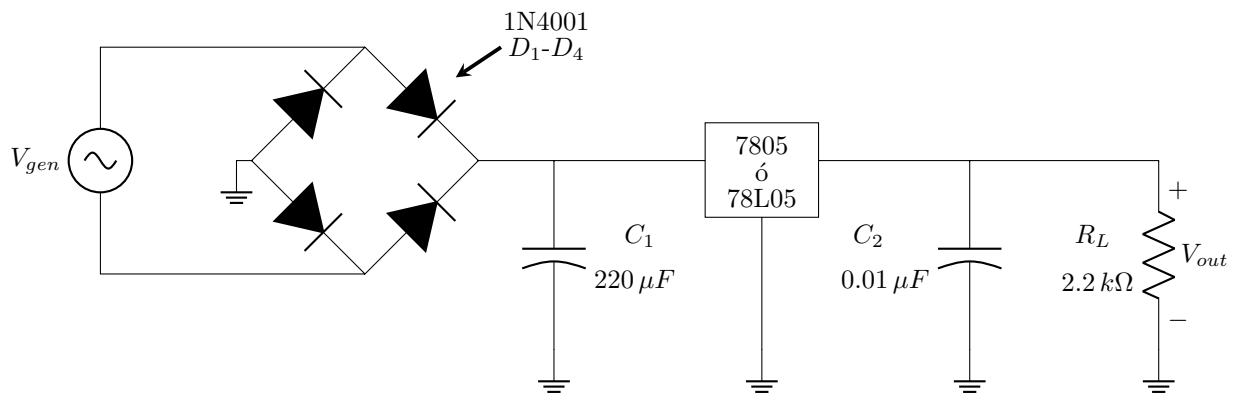

Figura 4: Rectificador de onda completa con regulador de tensión
10. Construya el circuito rectificador de onda completa tipo puente con el regulador de tensión 7805 ó el 78L05 que se muestra en la Figura 4. Asegúrese de conectar correctamente el regulador 7805 ó el 78L05 según lo indique hoja de datos del mismo. Ajuste la tensión del generador a 60 Hz y un valor pico de 10 V .